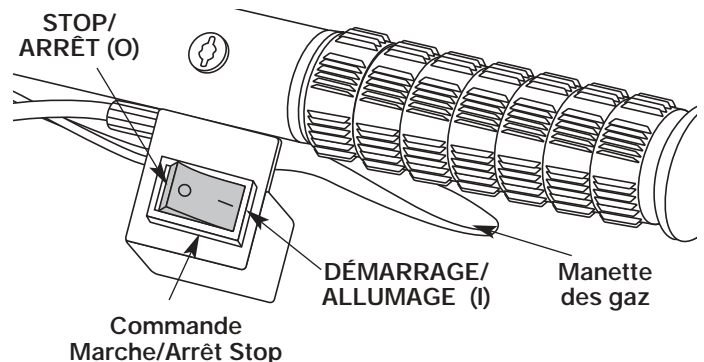

Fig. 10
3. Mettez la commande de Démarrage / Arrêt en position de DÉMARRAGE [I] (Fig. 10).
1. Mettez la commande de Démarrage / Arrêt en position de **DÉMARRAGE (I)** (Fig. 10).
1. Relâchez la manette des gaz (Fig. 10). Laissez le moteur tourner au ralenti.
2. Pour arrêter le moteur, mettez la commande de Démarrage / Arrêt en position d'**ARRÊT (O)** (Fig. 10).